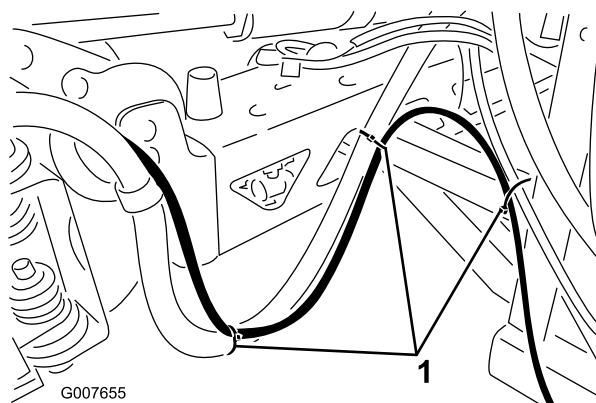

Figura 9
- C. Continuate a disporre il flessibile lungo il flessibile di alimentazione della barra preesistente. Fissate il flessibile all'elemento di collegamento mediante delle fascette di plastica, nei punti illustrati in Figura 9.